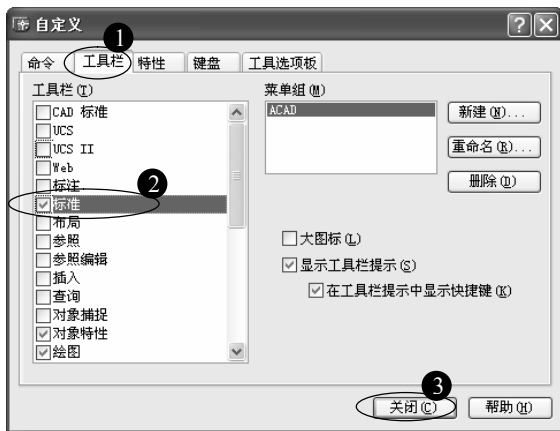
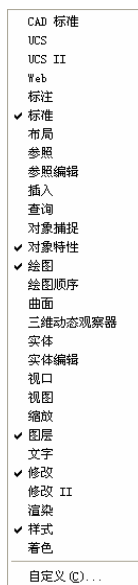

图 1-4 “自定义”对话框
图 1-5 工具栏快捷菜单
- 选择[视图]▶[工具栏]菜单命令，打开“自定义”对话框，单击“工具栏”选项卡，在“工具栏”列表框中要调用的工具栏名称前的中单击，如图 1-4 所示。当其变成状态时即可在 AutoCAD 2004 窗口中显示该工具栏。然后单击 按钮关闭该对话框即可。
- 在 AutoCAD 2004 的任意工具栏上单击鼠标右键，在弹出如图 1-5 所示的快捷菜单中选择要调用的工具栏名称即可。选择该快捷菜单中的“自定义”命令将打开如图 1-4 所示的“自定义”对话框。